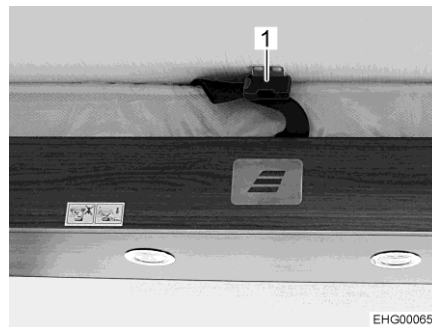

Bild 101 Sicherungsgurt
- Sicherungsgurt (Bild 101,1) lösen.
- Sicherungsgurt (Bild 101,1) schließen.